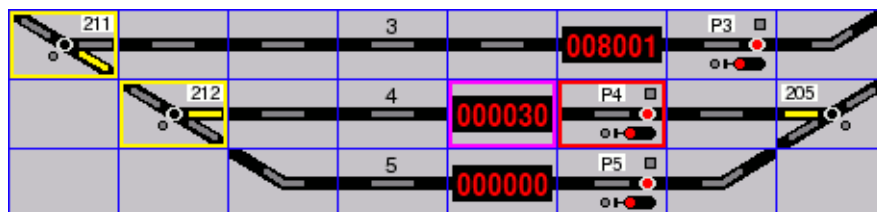

Abbildung 7-4. Zugnummernanzeige einer Fahrstraße zuordnen
- Die Zuordnung der Anzeige zu einer Fahrstraße erfolgt im Fahrstraßenbearbeitungsmodus. Das Element wird wie die übrigen schaltbaren Elemente einer Fahrstraße behandelt (Auswahl über mittlere Maustaste) und bekommt bei der Auswahl eine magentafarbene Umrandung (Abbildung 7-4).